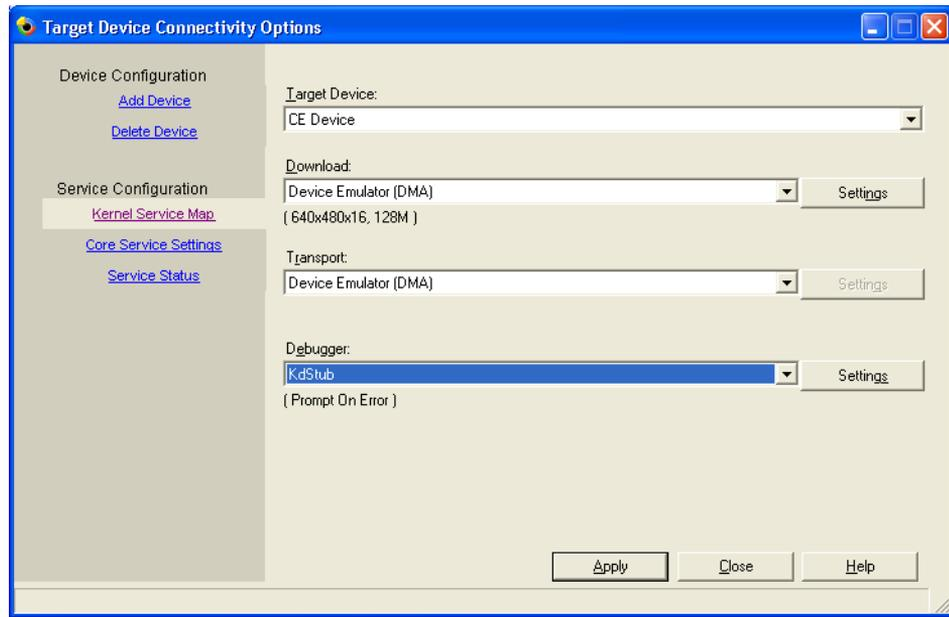

Abbildung 2.9 Festlegen der Optionen im Dialogfeld Target Device Connectivity Options
5. Wählen Sie **KdStub** im Listenfeld **Debugger** aus (siehe Abbildung 2.9).